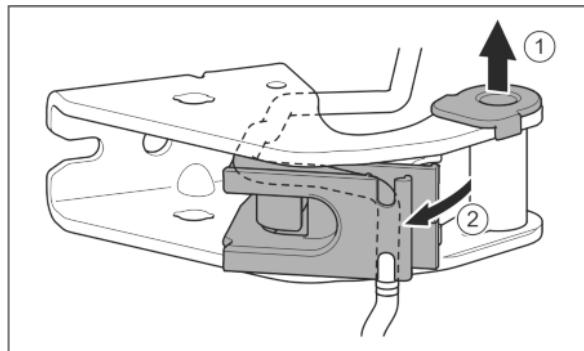

Fig. 29
- Витягніть із напрямної опорну втулку. Fig. 29 (1)
- Поверніть вбік тримач кабелю. Fig. 29 (2)